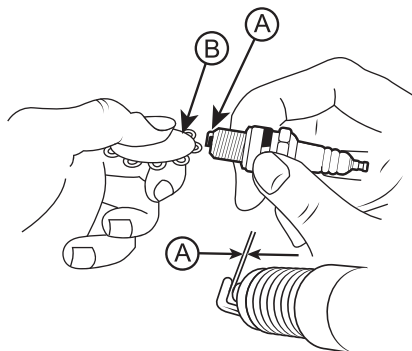

Рис. 18 Обслуживание свечи зажигания
4. Измерьте зазор А между электродами специальным щупом В. Зазор должен быть 0,7-0,8 мм (Рис. 18). При увеличении или уменьшении требуемого зазора, рекомендуется заменить свечу, так как регулировка зазора может привести к изменению качества искрообразования.